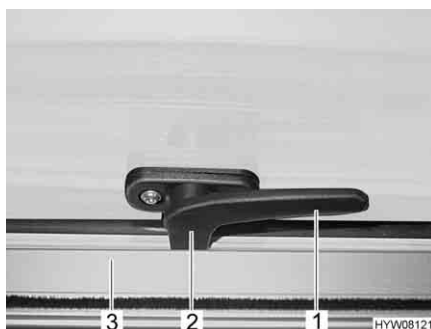

Fig. 50 Leva di serraggio in posizione "Chiuso"
- Ruotare la leva di serraggio (Fig. 50,1) di un quarto di giro verso il centro della finestra.
- Ruotare la leva di serraggio (Fig. 50,1) di un quarto di giro verso il telaio della finestra. Il nasello di chiusura (Fig. 50,2) si trova sul lato interno della chiusura della finestra (Fig. 50,3).